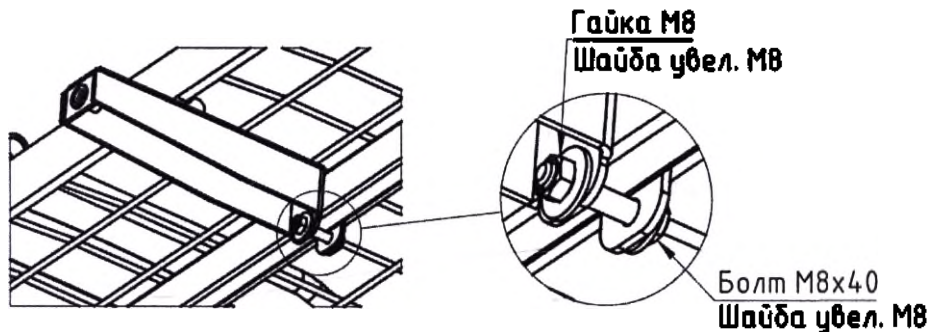

Рисунок 13 – Установка крепежа на кронштейн
- Установить на каждый кронштейн болт М8х40 две увеличенные шайбы М8 и гайку М8 (см. рис. 13). Гайки не затягивать.